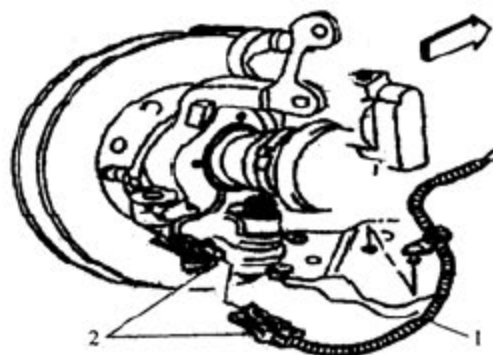

图 5.1-9 分离车轮速度传感器
- B). 如图 5.1-9 所示，断开车轮速传感器插接器，从托架上拆卸车轮速度传感器。